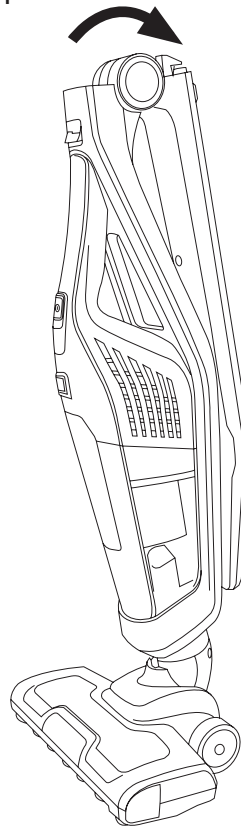

Fig.3b
- Tiene que fijar el depósito de agua a la parte trasera de la zapata del aspirador hasta oír un "click" y presionar la el botón para abrir el paso al agua. (Fig.3b)